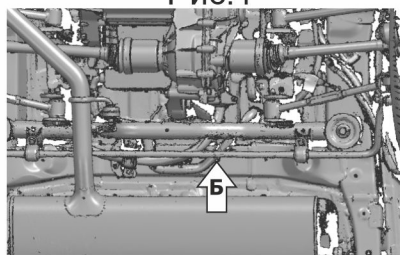

Рис.2
1. Установить над отверстиями (А), (Б) гайки закладные М6 с усиками. Вкрутить в закладные болты М6х30 с шайбами 6 и 8 на 2-3 оборота (рис.1, рис.2).
2. Завести кронштейн 1 открытыми пазами на вкрученные болты М6х30 с шайбами 6 и 8 на 2-3 оборота в точке (А), кронштейн 2 в точке (Б) (рис.1, рис.2).